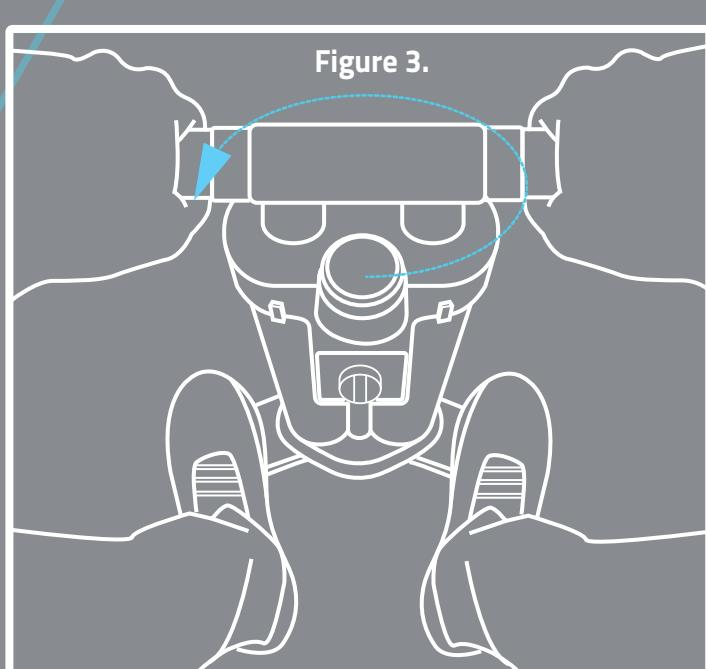

Figure 3.
- Pour retirer le repose-pieds, placez-vous sur la base et tournez la pompe dans le sens inverse des aiguilles d'une montre à l'aide des poignées. **Figure 3**